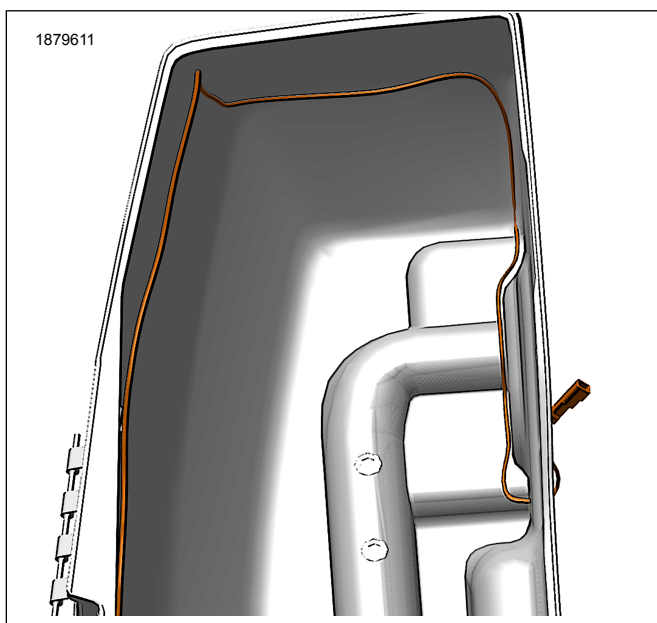

Figura 7. Direcționarea cablajului
8. Consultați Figura 1 și Figura 7. Dirijați cablajul în interiorul desăgii, fixați cu curele de cablu (6) și cu ancore (8).